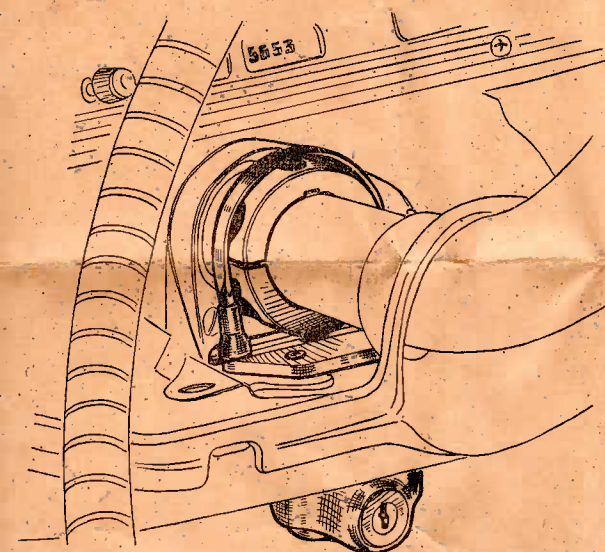
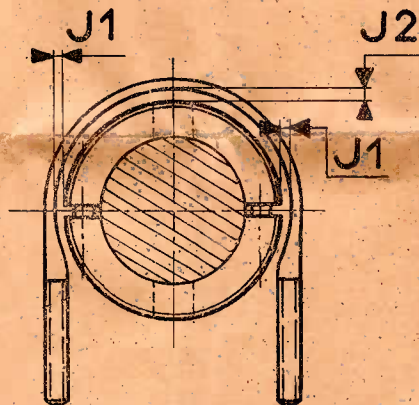

Fig. 5
Fig. 4 D
- 2° Régler la concentricité avec la bague en agissant sur les contre-écrous jusqu'à obtenir les jeux J1 et J2 (Fig. 4 D), les méplats des contre-écrous étant en place dans les logements de la contreplaque (Fig. 5).